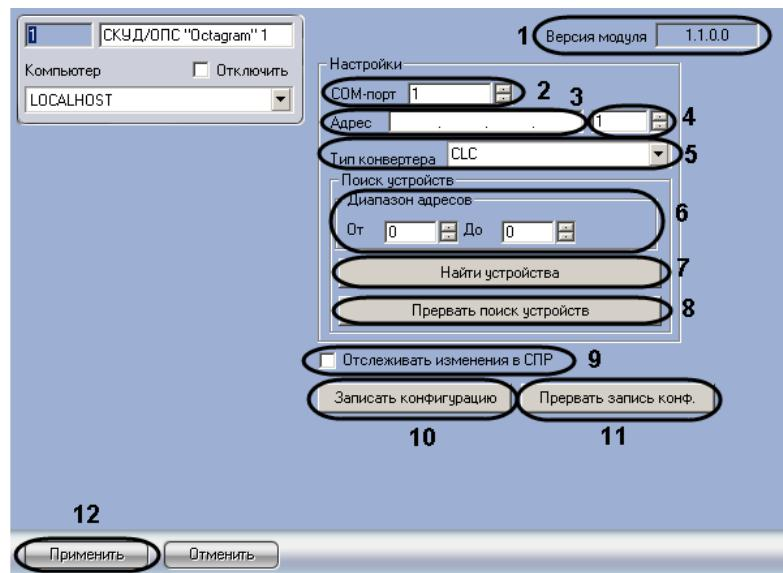

Рис. 3.2—2. Настройка взаимодействия ПК Интеллект со СКУД Octagram
*Примечание. В поле **Версия модуля** отображается текущая версия модуля Octagram (см. Рис. 3.2—2, 1).*
2. В случае, если подключение СКУД Octagram производится по СОМ-порту, в поле **СОМ-порт** ввести с помощью кнопок **вверх-вниз** номер СОМ-порта Сервера Интеллект, используемого для подключения через выбранный контроллер Octagram (см. Рис. 3.2—2, 2).